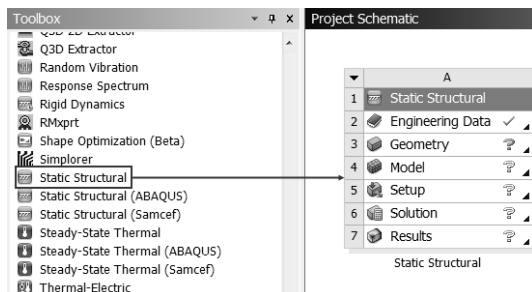

图 5-117 静态结构分析项目
(1) 添加材料和导入模型。
Step1: 在主界面中建立分析项目,项目为静态结构分析(Static Structural)。双击分析系统(Analysis System)中的 Static Structural 选项,生成静态结构分析项目,如图 5-117